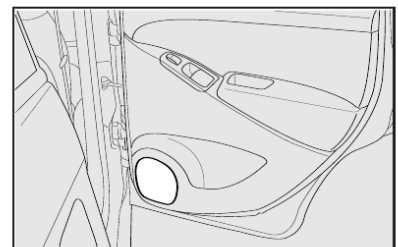

fig. 102
- alto-falantes na porta traseira **fig. 102**,